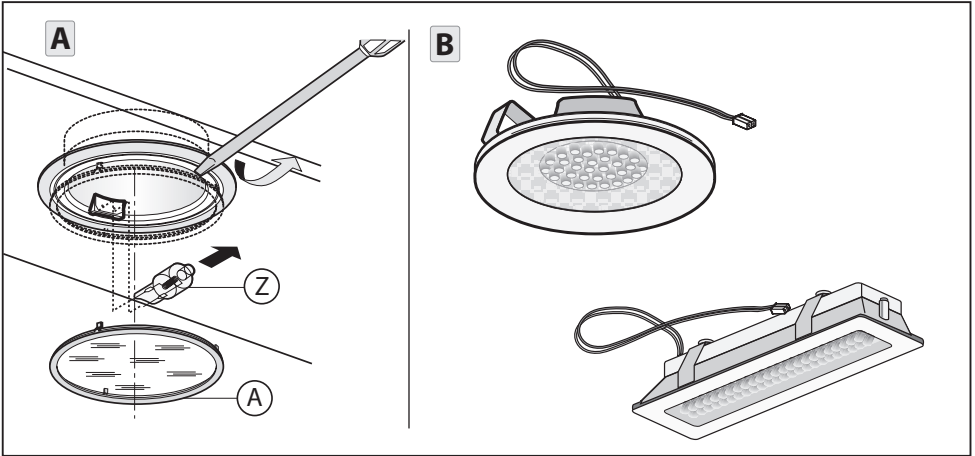
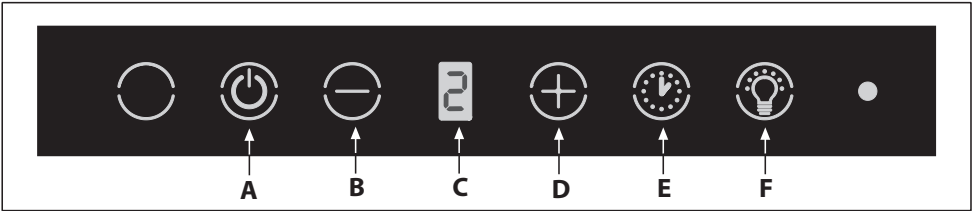

Fig.6
Fig.7
Leggere attentamente il contenuto del presente libretto in quanto fornisce importanti indicazioni riguardanti la sicurezza di installazione, d'uso e di manutenzione. Conservare il libretto per ogni ulteriore consultazione. L'apparecchio è stato progettato per uso in versione aspirante (evacuazione aria all'esterno - Fig. 6) e filtrante (riciclo aria all'interno - Fig. 7) o con motore esterno.
• **Comandi (Fig.7):**